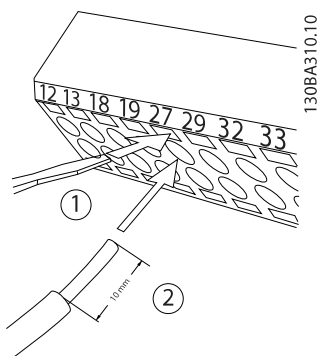

Abbildung 3.13 Anschluss der Steuerleitungen
1. Öffnen Sie den Kontakt, indem Sie einen kleinen Schraubendreher in die rechteckige Öffnung über bzw. unter dem entsprechenden Kontakt einführen und damit die Klemmfeder öffnen (siehe *Abbildung 3.13*)